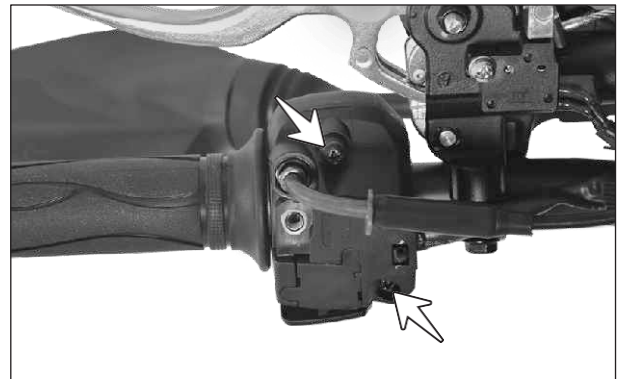

Fig. 2.41
- Retire los 2 tornillos de cabeza plana (M4x15) de la parte de abajo del comando (Fig. 2.41)